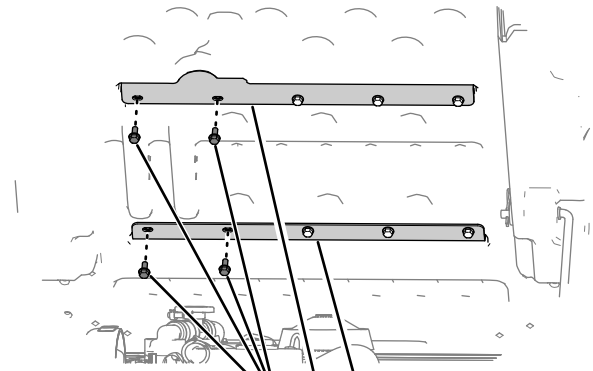

Figura 4
- 1. Olhando para o final da caixa levantada, retire os 2 parafusos mais afastados à esquerda (5/16 x 3/4 pol.) que prendem cada um dos dois suportes à caixa (Figura 4).